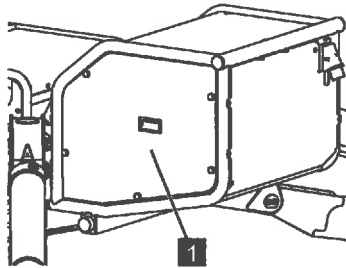

Abb. 188
4. Die Abdeckung (Abb.188/1) abschrauben.